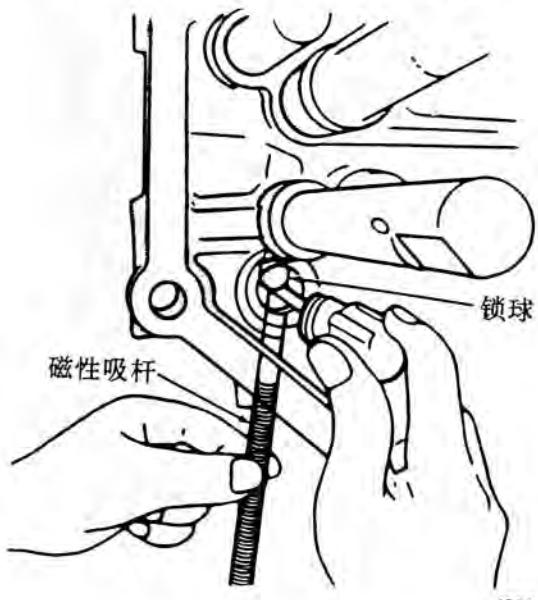
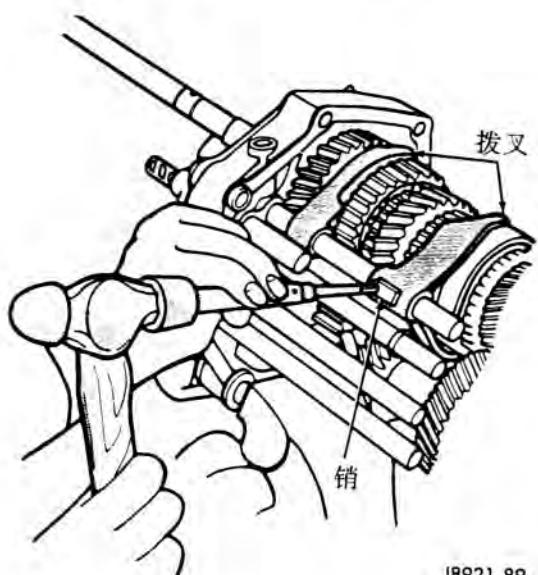

图 88 锁球的安装
图 89 安装拨叉销
(17) 用磁性吸杆和改锥安装拨叉轴锁球(图 88)。
(18) 按照下列方法检查互锁操作: 向后移动 1# 拨叉轴到挂一档位置。如果其它的拨叉轴不能移动, 则互锁操作工作正常。
(19) 安装新拨叉销(图 89)。